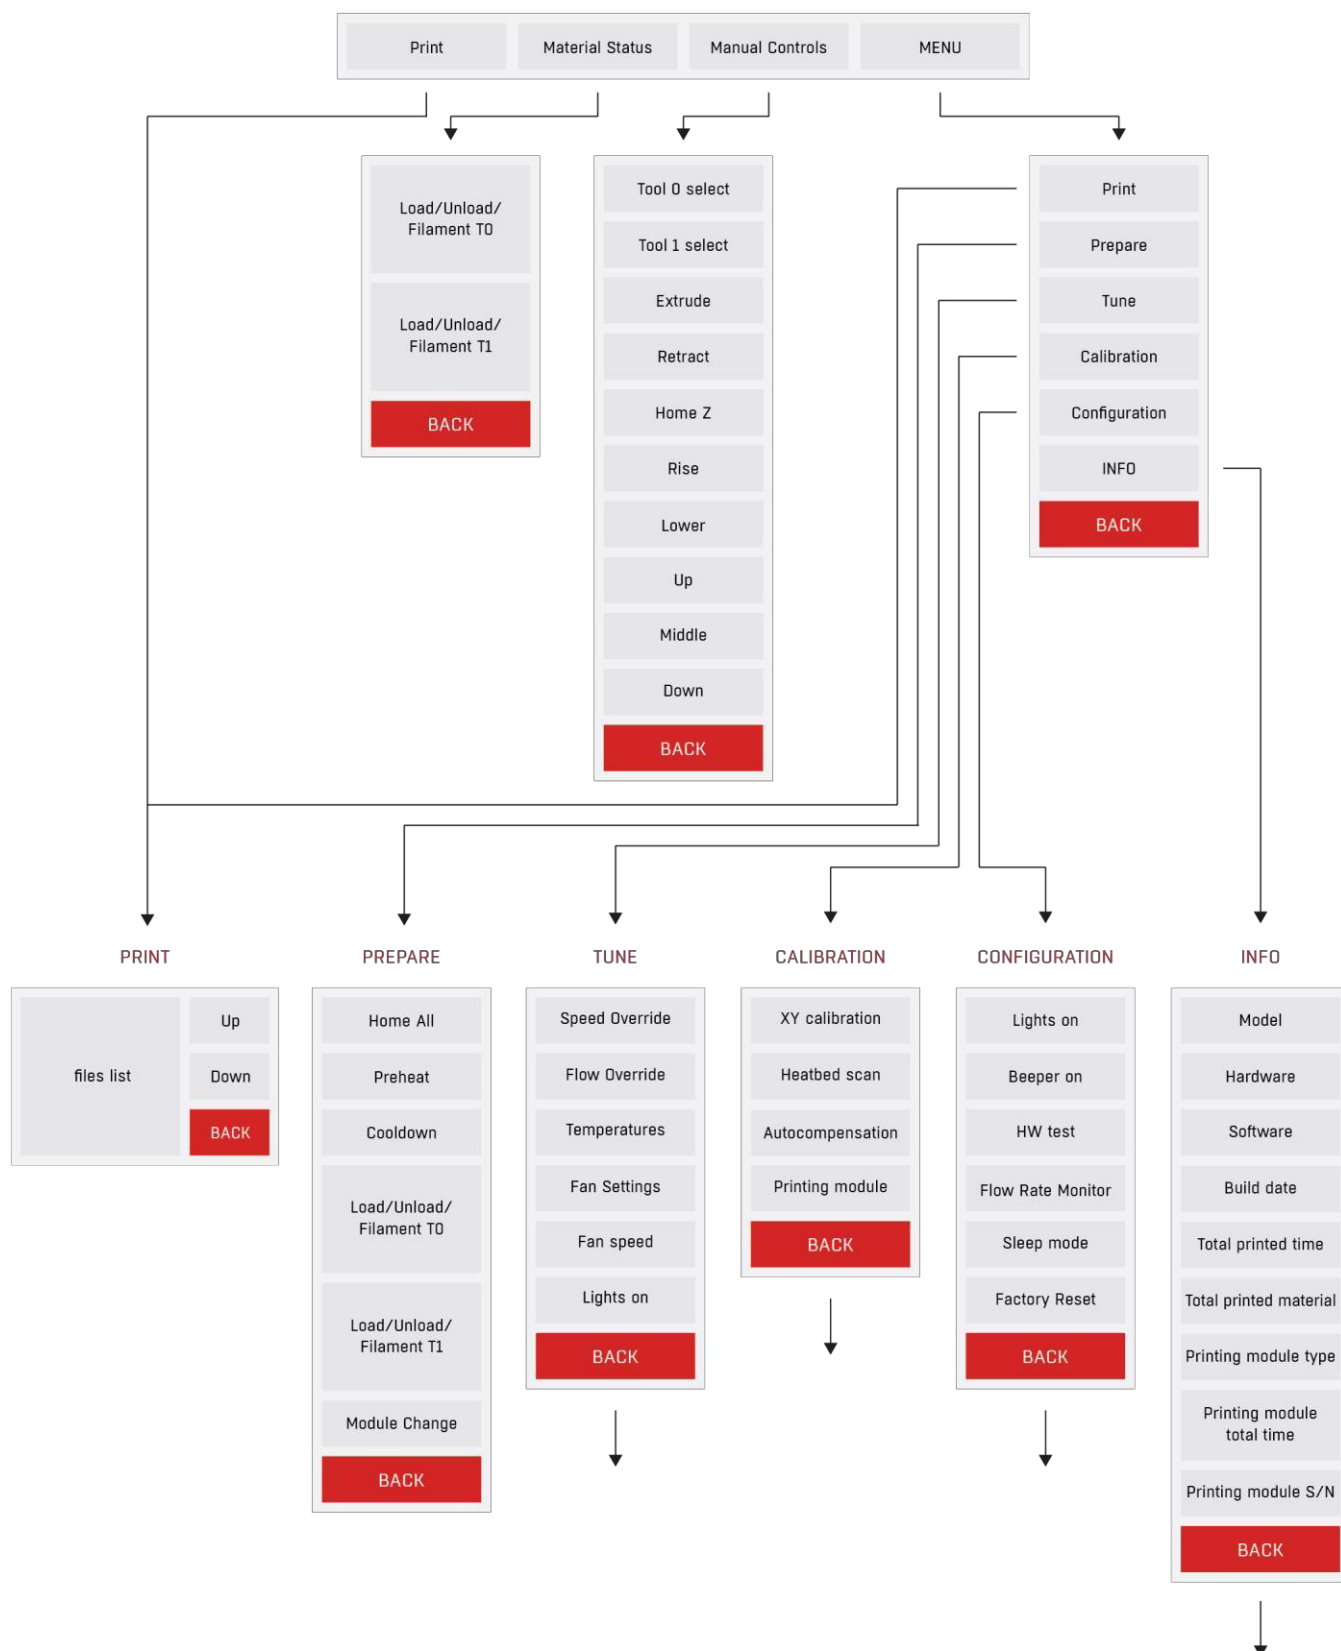

Рис. 50 Структура главного меню в режиме ожидания
- Главное меню в состоянии ожидания (MAIN) – рис. 50